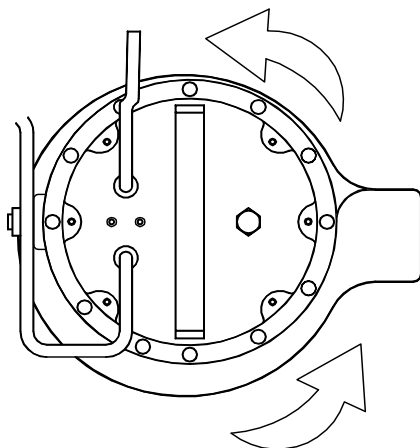

Fig. 2
3. Osservare attentamente il contraccolpo all' avviamento, guardando l' elettropompa dall' alto. Se il senso di rotazione è giusto, la calotta superiore si muoverà in senso antiorario come indicano le frecce nel disegno (FIG 2).